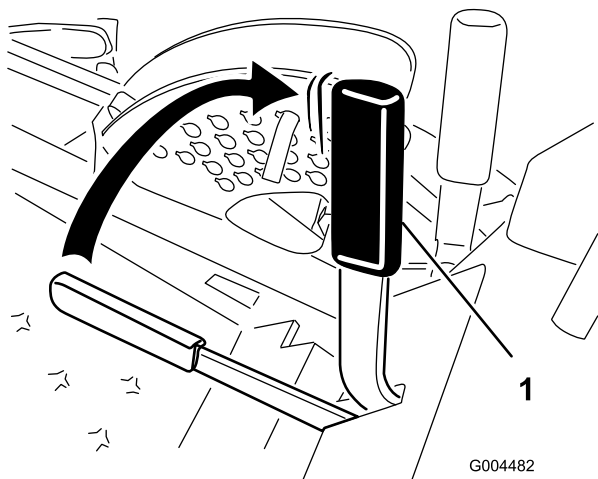

Figura 14
2. Puxe para cima e para trás a alavanca do travão de mão para aplicar o travão de mão (Figura 14). A alavanca do travão de mão deve ficar firme na posição de engatada.
Puxe a alavanca do travão de mão para a frente e para baixo para desengatar o travão de mão (Figura 14).